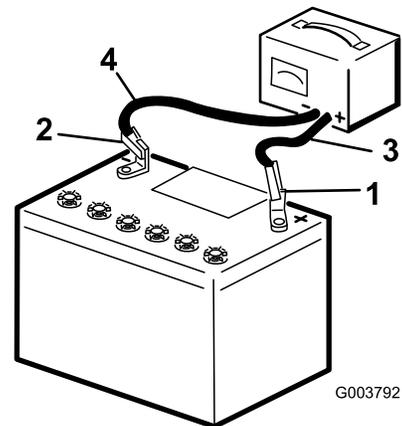

Figura 36
2. Cargue la batería durante 10 a 15 minutos a 25–30 amperios, o durante 30 minutos a 4–6 amperios (Figura 36). No sobrecargue la batería.
3. Cuando la batería esté completamente cargada, desconecte el cargador de la toma de electricidad, luego desconecte los cables del cargador de los bornes de la batería (Figura 36).